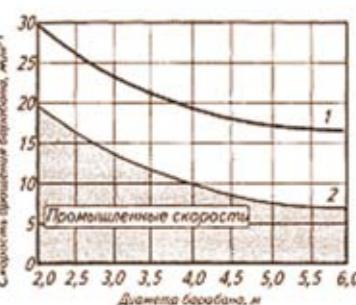

Рис. 1. Скорость вращения барабанов при окорке древесины:
Формула (5) доказывает, что с увеличением скорости вращения барабана увеличивается его производительность. Однако опыт показывает, что производительность возрастает, пока $\omega < \omega_{kp}$. При скорости вращения выше критической скорости ω_{kp} бревна прижимаются к корпусу барабана и всяческим их перемещение прекращается, то есть процесс окорки не происходит. На рис. 1 приведен график, иллюстрирующий зависимость критической скорости от диаметра барабана (кривая 1) и границу области допустимых значений скорости (кривая 2).